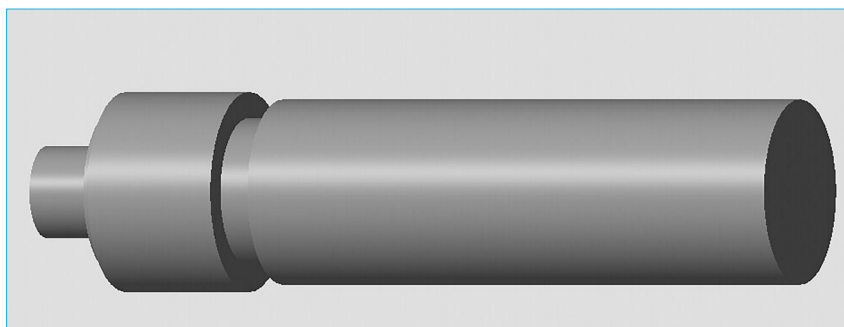

图 2-71 旋转效果
(2) 旋转得到实体特征。执行  命令，选择坐标系中 X 轴为旋转轴，角度 360 度，完成旋转操作，旋转效果如图 2-71 所示。